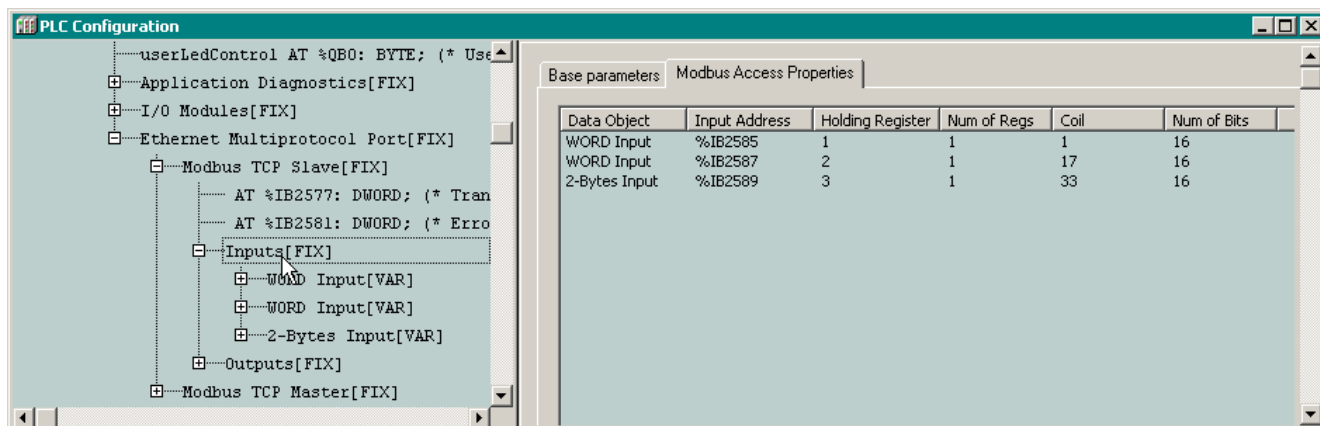

Рис. 34. Область входных данных сервера MODBUS
Области памяти контроллера, отображаемые на множества регистров и битовых полей сервера MODBUS, описываются в секциях *Inputs* и *Outputs* в древовидном списке конфигурации сервера. Секция *Inputs*, показанная на рис. 34, содержит список объектов доступа к данным, поступающим по сети от удаленных клиентов MODBUS.
2. Повторите действие п. 1 еще один раз, после чего раскройте последний из добавленных элементов дерева. Дерево конфигурации протокола примет вид, показанный на рис. 34.